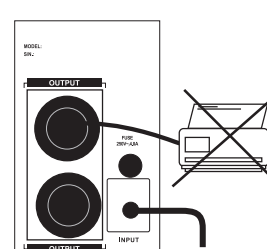

Fig 3
- Non collegare in nessun caso periferiche quali stampanti, piccoli e grandi elettrodomestici. (vedi Fig. 3)